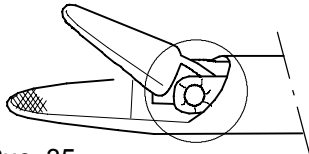

Рис. 35
- ◆ Обратите особое внимание на область шарнира/штифт шарнира. Проверьте, нет ли дефектов поверхности на штифте шарнира (например, волосяных трещин). (рис. 35)